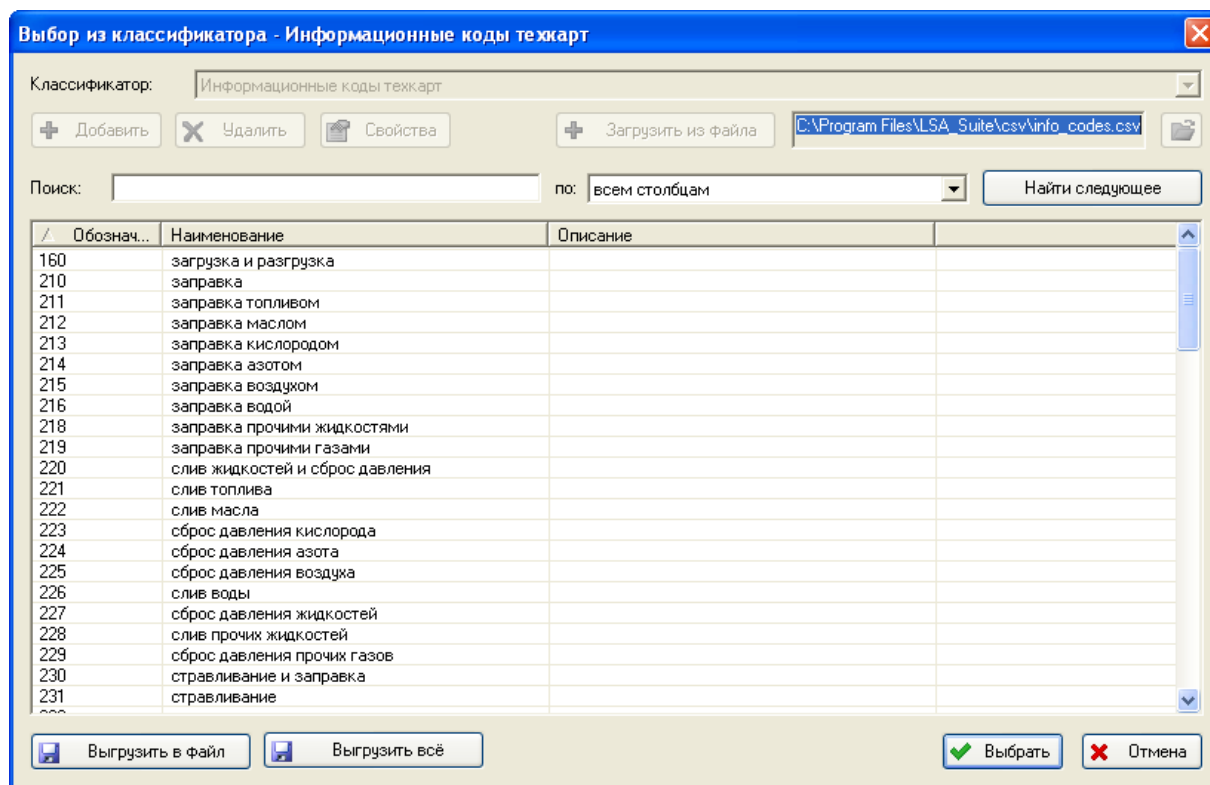

Рис. 2-11
11. В поле **Информационный код** укажите информационный код техкарты. Для этого нажмите кнопку **Выбрать информационный код** , расположенную справа от поля **Информационный код**. В появившемся окне **Выбор из классификатора** выберите элемент классификатора «Информационные коды техкарт» и нажмите кнопку **Выбрать** (рис. 2-11):